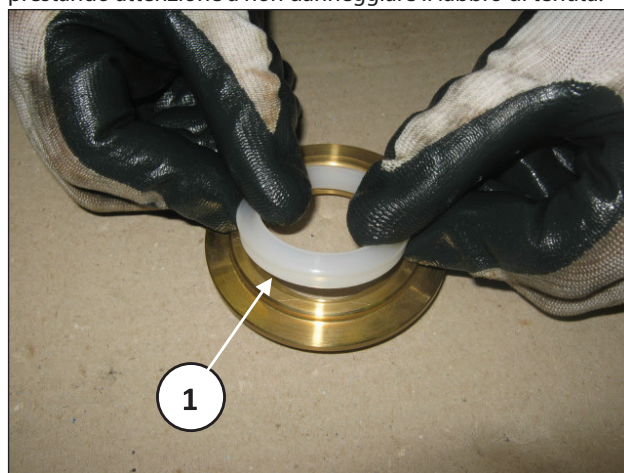

Fig. 125
Montare il raschiatore nell'alloggiamento sul supporto (pos. ①, Fig. 125) aiutandosi all'occorrenza con un tampone prestando attenzione a non danneggiare il labbro di tenuta.